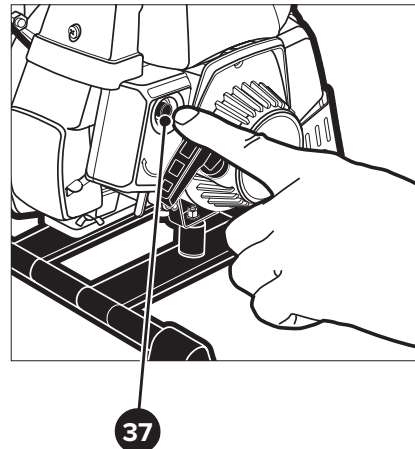

Рисунок 14 — Остановка двигателя мотопомпы
- Если во время работы прекратится выброс воды из выпускного шланга 42 (см. рис. 5) немедленно остановите двигатель 22 с помощью выключателя 37 (см. рис. 14).
- Перед тем как остановить двигатель 22 (см. 3 и 14), дайте ему поработать в режиме минимальных оборотов в течение двух минут. Нажмите на выключатель зажигания 37 (см. рис. 14), при этом двигатель 22 остановится и прекратится выброс воды из выпускного шланга 42 (см. рис. 5). Закройте топливный кран с помощью рычага 39, повернув его вверх (см. рис. 4).